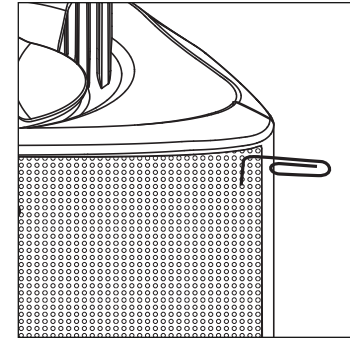

ABBILDUNG 5: Entfernen Sie den Lautsprechergrill mit einer Büroklammer.
1. Trennen Sie die Teile des Lautsprechers: Entfernen Sie die Halterungen und Halterungs-Rändelschrauben. Entfernen Sie den Lautsprechergrill, indem Sie vorsichtig eine gebogene Büroklammer darunter schieben und ihn ohne großen Kraftaufwand vom Gehäuse abziehen [Abbildung 5].